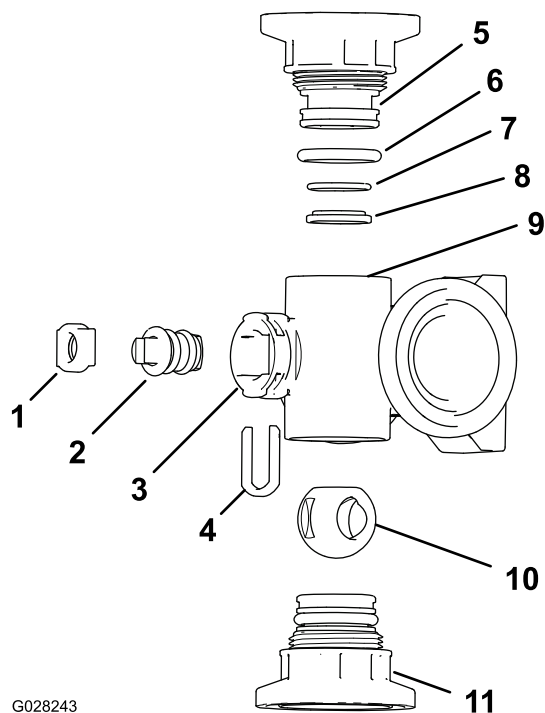
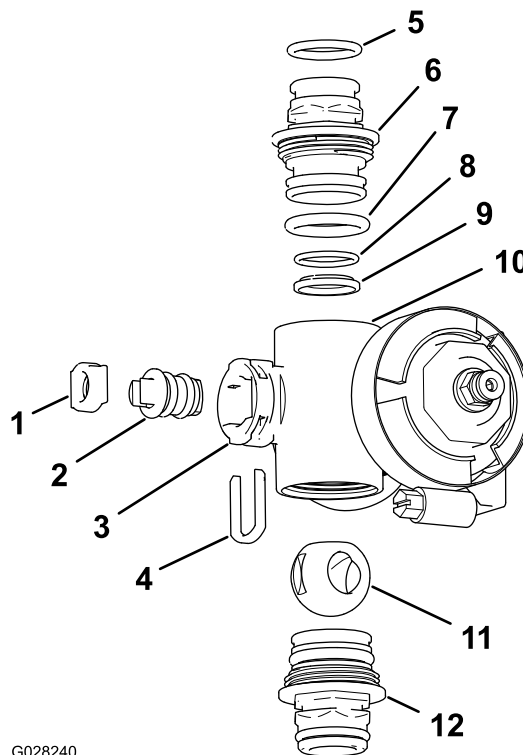

Рисунок 129
Рисунок 130
2. Снимите два штуцера торцевой крышки в сборе с каждого конца корпуса коллектора (Рисунок 129 и Рисунок 130).
4. Извлеките держатель штока из пазов в отверстии штока в коллекторе (Рисунок 129 и Рисунок 130).
5. Снимите держатель штока и седло штока клапана с коллектора (Рисунок 129 и Рисунок 130).
6. Просуньте руку внутрь корпуса коллектора и извлеките оттуда шток клапана в сборе (Рисунок 129 и Рисунок 130).
1. Проверьте состояние уплотнительных колец выпускных штуцеров (только коллектор клапана секции), уплотнительных колец торцевых крышек, задних уплотнительных колец седла и седла шарового клапана на отсутствие повреждений или износа (Рисунок 129 и Рисунок 130).
2. Нанесите силиконовую консистентную смазку на шток клапана и вставьте его в седло штока клапана (Рисунок 129 и Рисунок 130).
3. Вставьте шток и седло клапана в коллектор и закрепите шток и седло держателем штока (Рисунок 129 и Рисунок 130).
4. Убедитесь, что заднее уплотнительное кольцо седла и седло шарового клапана выровнены и правильно установлены в штуцере торцевой крышки (Рисунок 129 и Рисунок 130).
5. Установите штуцер торцевой крышки в сборе на корпус коллектора так, чтобы фланец штуцера торцевой крышки касался корпуса коллектора (Рисунок 129 и Рисунок 130), затем доверните штуцер торцевой крышки еще на 1/8–1/4 оборота.